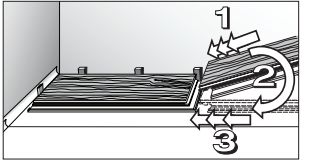

Figure 5
- Installez la deuxième planche et les planches non coupées suivantes de la première rangée en alignant les côtés courts des planches et en les emboîtant (fig. 5).